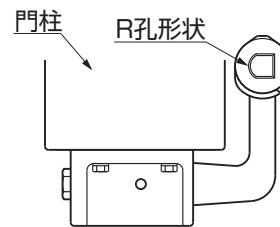

図3-7
- ジョイントのR孔形状が調整金具側に向いていることを確認してください。(図3-7参照)